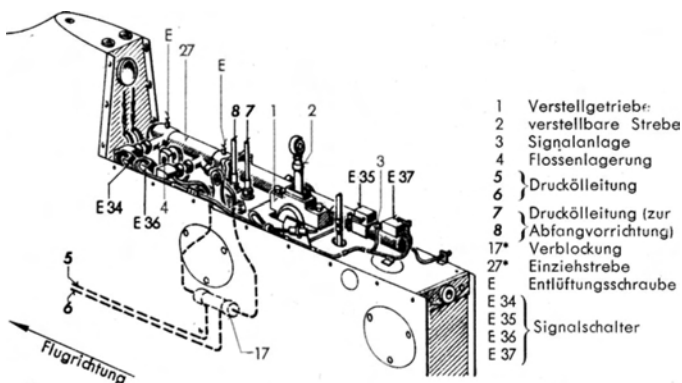

Abb. 13 Einziehstrebe 27 für Höhenflossenverstellung
Abb. 13 zeigt die Lagerung der Höhenflossenstrebe auf dem Rumpfe, ihre Entlüftungsschrauben und Signalschalter sowie die Lage der Verblockung (17).